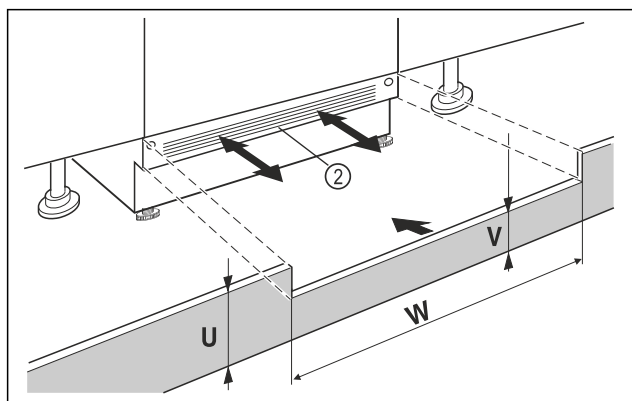

Fig. 96 例图
- ▶ 安放冰箱基座饰板 Fig. 96 (2)，但暂时不要固定。
- ▶ 基座饰板 Fig. 96 (2) 可见时，将其尽可能向前拉动，以使通风风格的前缘与家具基座饰板构成一个平面。
- ▶ 基座饰板 Fig. 96 (2) 被盖住时，将其推到后面。
- ▶ 确保通风口完全畅通无阻：必要时，裁剪家具基座饰板 Fig. 96 (U) 的高度！
- ▶ 沿着壁龛宽度方向 Fig. 96 (W) 调整 Fig. 96 (V) 冰箱基座饰板 Fig. 96 (2) 下方的腹板高度。